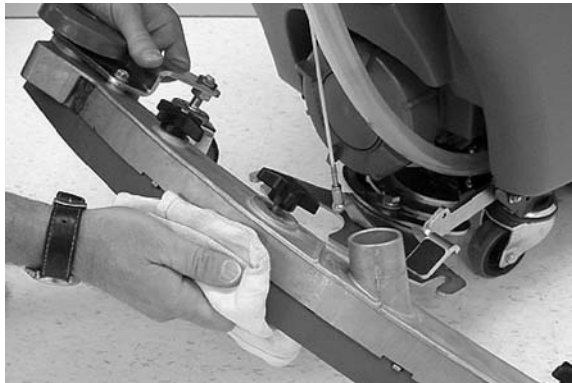

FIG. 41
6. Essuyez les lames du racloir (Figure 41).